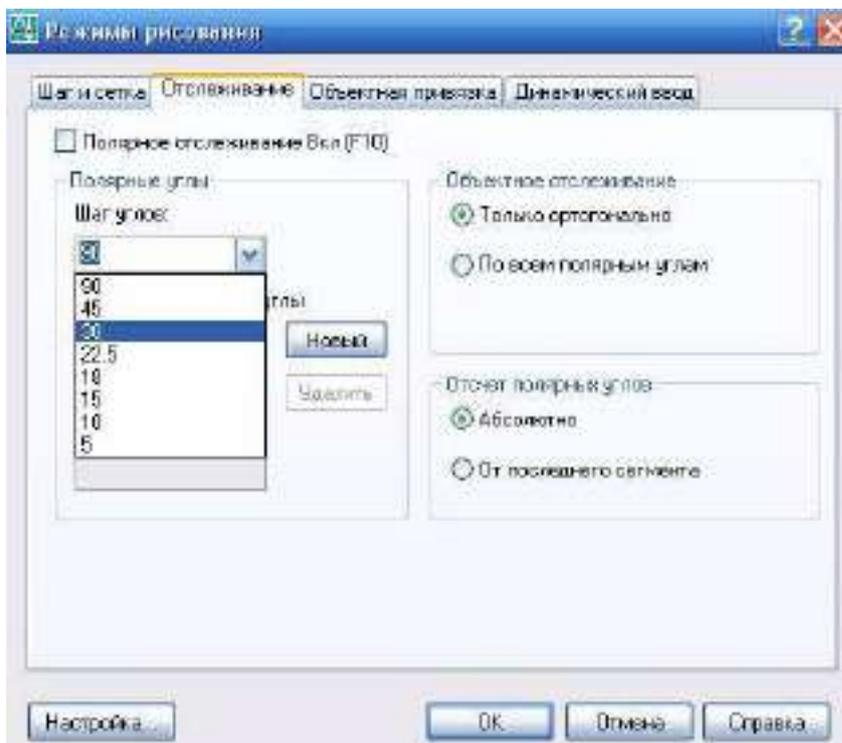

Рисунок 5
5. Скройте и покажите панели **Черчение (Draw)**, **Изменение (Modify)** и др. Щелкните левой кнопкой мыши (ЛКМ) на двух черточках какой-либо панели (рис. 5) и, не отпуская мышь, передвиньте панель в другое место экрана.
Полярное отслеживание может осуществляться под углами, кратными следующим стандартным значениям: 90, 45, 30, 22.5, 18, 15, 10 или 5 градусов. Можно определить другие значения углов, а при необходимости объектное отслеживание можно осуществлять вдоль всех текущих полярных углов отслеживания, рисунок 5.